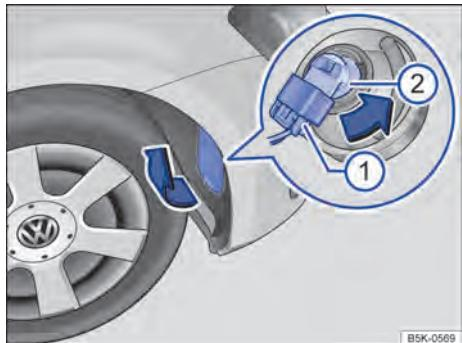

Fig. 182 No protetor da caixa de roda dianteiro direito: substituir a lâmpada incandescente no farol.
3. Se necessário, levantar com cuidado a cobertura no protetor da caixa de roda, no sentido da seta, com a lâmina plana da chave de fenda das ferramentas de bordo → Fig. 182.
4. Destrar e retirar o conector → Fig. 182 ①.
5. Girar o suporte de lâmpadas → Fig. 182 ② até o batente no sentido anti-horário (seta) e retirar para trás com a lâmpada incandescente.
8. Encaixar o conector → Fig. 182 ① no suporte da lâmpada → Fig. 182 ②. O conector precisa encaixar auditivamente.
9. Encaixar a cobertura no protetor da caixa de roda → Fig. 182.